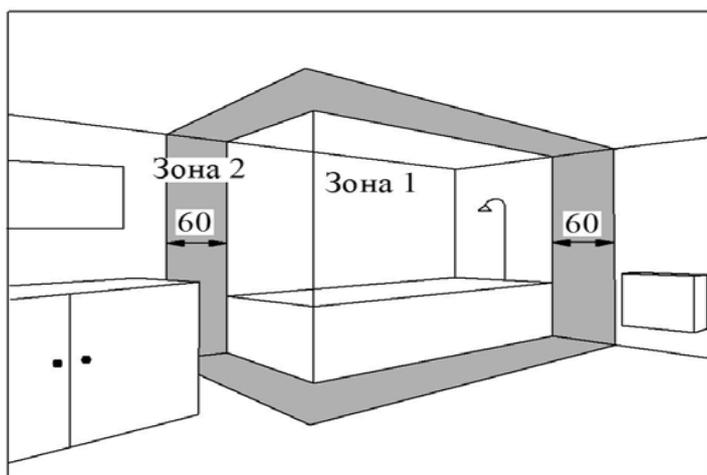

Рис.4
5.6. Данный конвектор допускается устанавливать в ваннных комнатах, душевых и бассейнах, при условии, что на прибор не будет попадать вода (см. Рис.4).